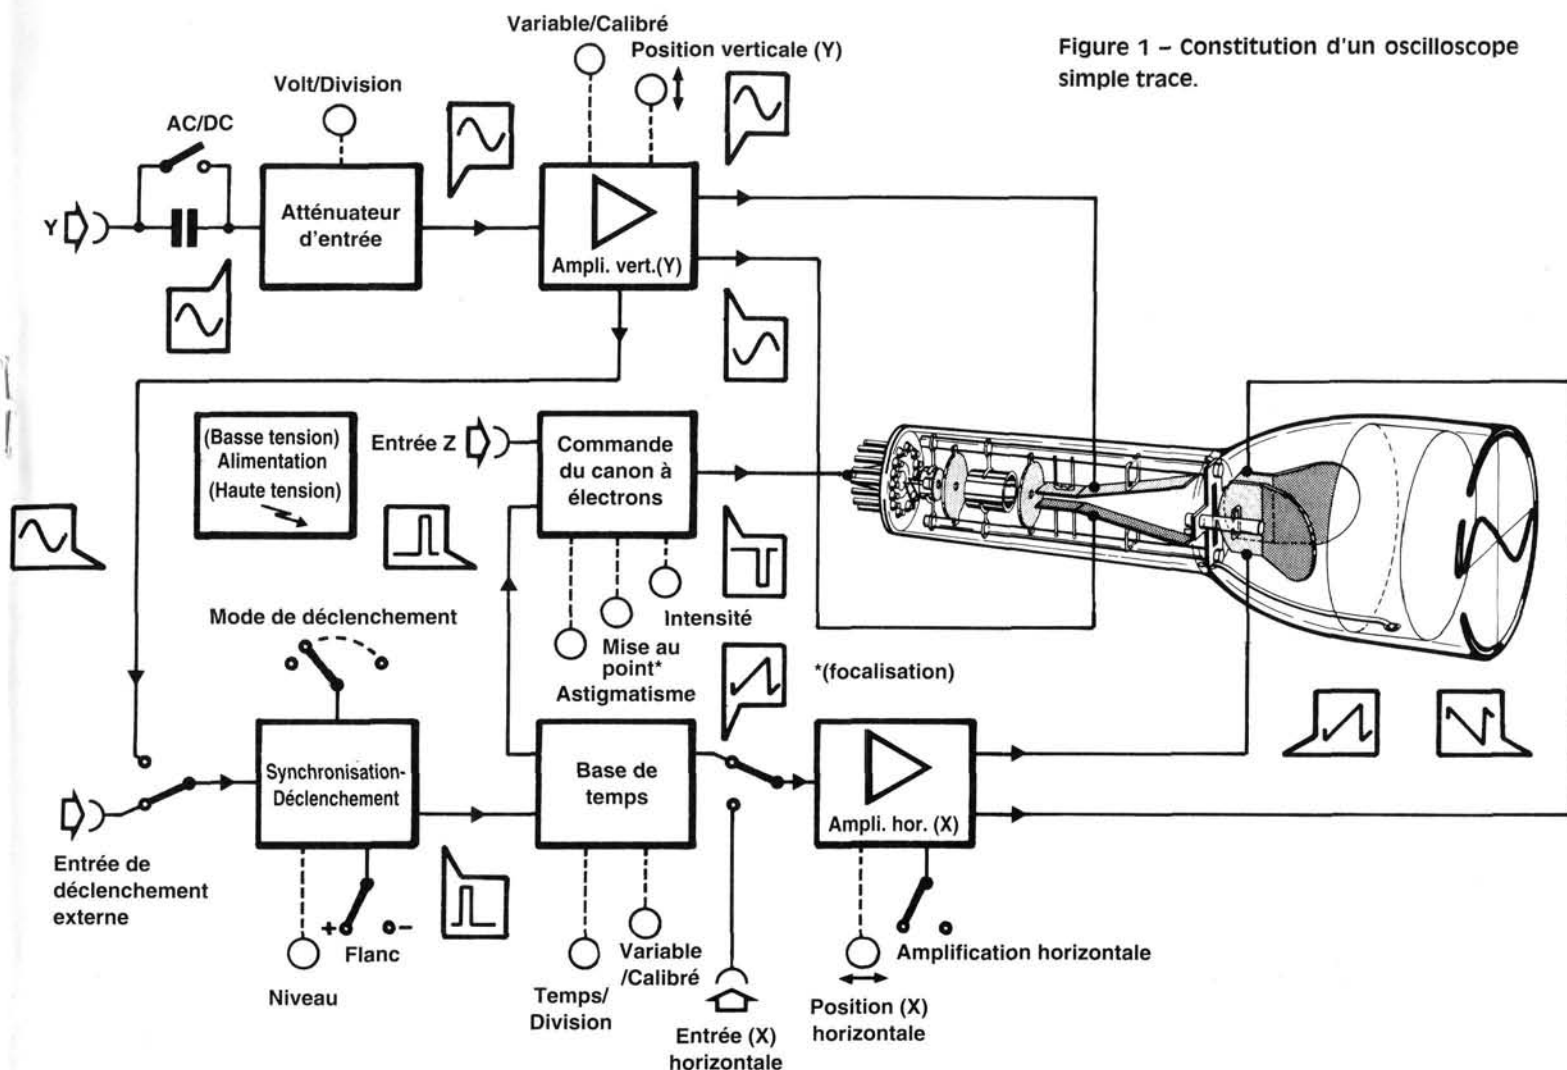

Figure 1 – Constitution d'un oscilloscope simple trace.
de vitesses à bon escient. Un oscilloscope ordinaire est constitué comme le montre la figure 1 d'un tube cathodique qui permet de visualiser le signal\*. C'est un tube de verre vidé d'air qui contient, à une extrémité, un canon à électrons (rien ne vous empêche d'appeler le filament d'une lampe à incandescence "canon à photons"), à l'autre un écran recouvert d'un matériau fluorescent et d'une très mince couche d'aluminium (qui permet le retour du courant). L'écran émet de la lumière là où le faisceau d'électrons issu du canon le frappe. Si le faisceau d'électrons - projectiles suffisamment accélérés pour qu'on puisse considérer leur trajet comme rectiligne - n'est pas dévié, il rencontre l'écran en son milieu et y forme une petite tache lumineuse, le spot. Le faisceau d'électrons traverse cependant l'espace compris entre les armatures de deux condensateurs plans, disposées horizontalement et dites pour cela plaques de déviation (ou déflexion) verticale (Y), et verticalement, pour les plaques de déviation horizontale (X). Si entre deux armatures d'un condensateur plan nous établissons une différence de potentiel, nous créons dans l'espace qui les
Nous savons que la tension à étudier est appliquée aux plaques (horizontales) de déviation verticale dites plaques Y. Directement ? Non, par l'intermédiaire d'un atténuateur puis d'un amplificateur d'entrée puisqu'un oscilloscope a heureusement plusieurs calibres. Sur le plus petit calibre (0,01 V/division pour le Torg), les signaux attaquent directement l'amplificateur d'entrée. Sur les autres calibres, ils sont atténués à l'aide d'un diviseur de tension. Un signal d'amplitude crête à crête de 80 mV occupera l'écran sur toute sa hauteur (pleine échelle) si le calibre choisi est de 0,01 V par division. Si nous déplaçons l'index du bouton *V/Div.* sur 0,02 (V/division), il sera atténué de moitié, sur 5, ses ondulations seront à peine visibles et nous aurons l'impression d'un signal à peu près constant mais nous pourrions éventuellement y reconnaître des impulsions parasites de très grande amplitude et peut-être les mesurer si elles sont inférieures à  $\pm 20$  V ou  $+ 40$  V ou  $- 40$  V, à condition qu'elles se répètent très fréquemment. Il nous faudra alors déplacer la courbe vers le bord supérieur ou le bord inférieur de l'écran à l'aide du potentiomètre repéré par une flèche verticale (ou *Y-Pos*). Nous avons encore, en bas et à droite sur la face avant, juste au-dessus d'une borne de masse, un bouton poussoir qui correspond à l'interrupteur marqué AC/DC de la figure 1 : son rôle est évident aux habitués du magazine. Nous en reparlerons cependant dans un prochain article.
Un lecteur, aussi sage que serviable, nous fait remarquer que l'énoncé du problème posé le mois dernier, ne parlait pas de la précision avec laquelle les résistances (figure 1) étaient connues. Qu'il en soit remercié. Il est vraisemblable que les résistances sont tirées de la série E12. Ceci veut dire que leur valeur n'est connue qu'à 10% près. Une résistance de 10kΩ de la série E12 peut donc mesurer entre 9 et 11kΩ, une résistance de 47kΩ entre 42,7kΩ et 52kΩ. Quelle résistance mesure l'ohmmètre de la figure 1 ? Les deux résistances en série équivalent à une résistance de 57kΩ. Nous avons donc deux résistances en parallèle, une de 57kΩ et une de 22kΩ qui s'offrent au passage du courant. La plus petite offre moins de résis-
Figure 1 – Les objets métalliques qui approchent la bobine de détection modifient son inductance et la fréquence de l'oscillateur à 101 kHz. Cette fréquence est transposée dans la plage audible (aux environs de 1 kHz) par l'étage mélangeur et appliquée à un haut-parleur après amplification.
La figure 1 représente les différents organes du détecteur. Les deux oscillateurs à l'extrême gauche sont identiques, à ceci près que l'un des deux utilise une bobine extérieure, la bobine de détection. La bobine rayonne autour d'elle un champ magnétique alternatif dont la fréquence est de l'ordre de 101 kHz. Ce champ est altéré par la présence d'objets ferromagnétiques (fer, nickel, cobalt) qui renforcent le champ, para-magnétiques (aluminium, silicium) ou dia-magnétiques (cuivre, argent) qui atténuent le champ. Le métal qui se trouve dans le champ de la bobine se comporte pour elle comme un noyau. Si le matériau de ce noyau est de